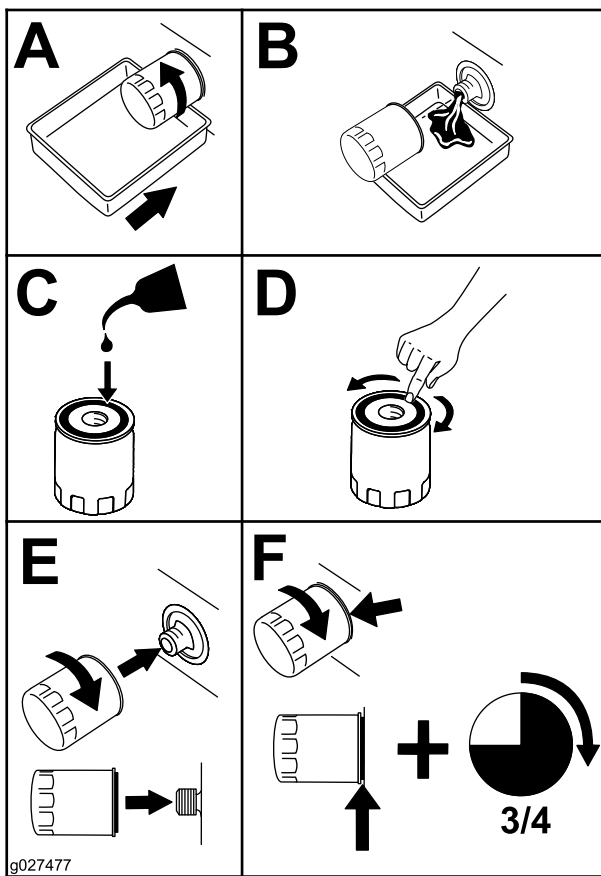

Figure 23
4. Remplacez le filtre à huile moteur comme montré à la Figure 23.